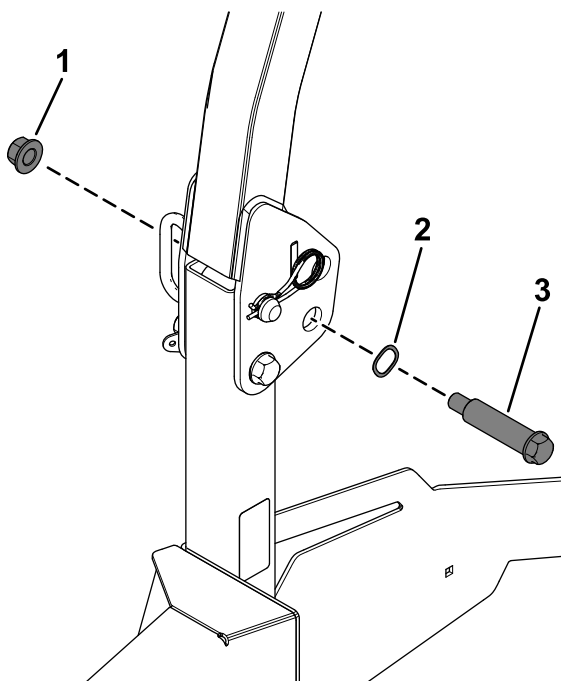

Figure 6
1. Fixez le boulon à épaulement sur l'arceau de sécurité avec une rondelle ondulée et un contre-écrou (½ po), comme montré à la Figure 6.